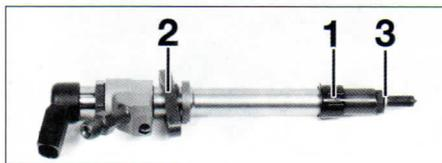

FIG.31
- Encajar la junta nueva (1) directamente sobre la culata (fig. 31).
- Verificar la presencia de la junta nueva (3) en los inyectores antes del montaje.
- Apretar las bridas (2) al par prescrito repartiendo el apriete a cada lado para mantener la brida recta.